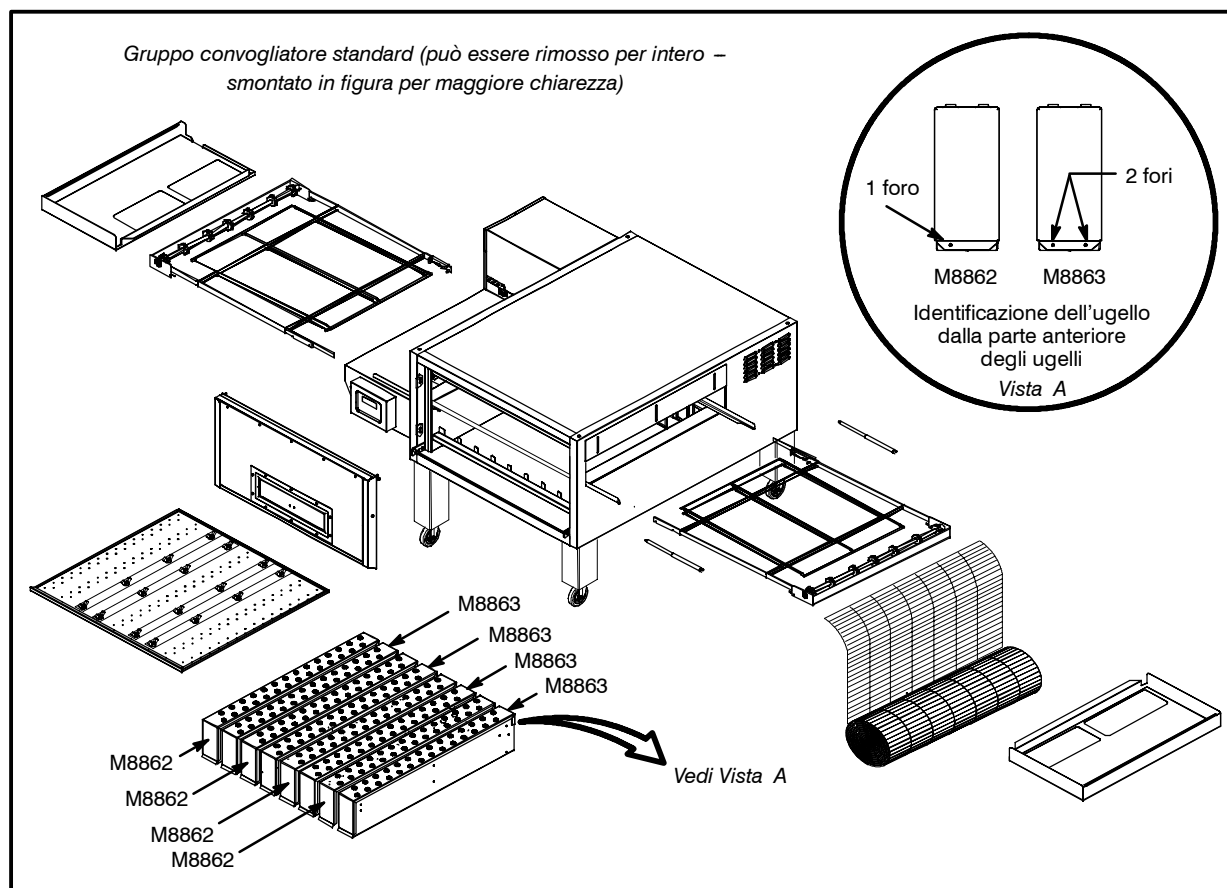

Figura 23
- Far scorrere il nastro estraendolo da una estremità. Accertarsi di far scorrere il nastro come illustrato in Figura 23, altrimenti il nastro si ribalterà infilandolo.
13. Riasssemblare il forno. Accertarsi che gli ugelli siano installati nell'ordine giusto. Vedi Figura 23.